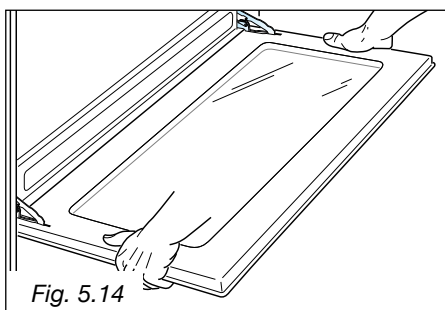

Fig. 5.14
- Tenez la porte tel qu'indiqué à la fig. 5.14.